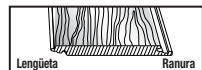

Figura 7
• Comenzando desde la **IZQUIERDA** con la lengüeta orientada hacia la pared (Figura 7), cuidadosamente coloque el primer tablero en su lugar (Figura 8). Utilice cuñas de 1/2" (13 mm) o material de desecho (Figura 9) a lo largo de la pared para sostener la plancha en su lugar mientras proporciona el espacio de expansión requerido.